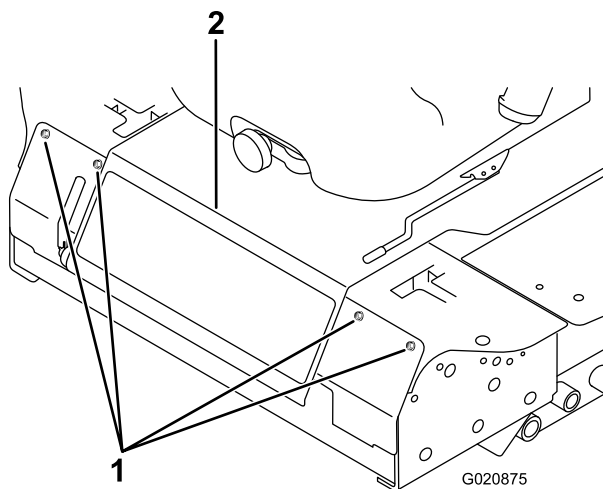

Figure 52
3. Retirez les boulons de fixation du panneau avant et déposez le panneau (Figure 52).